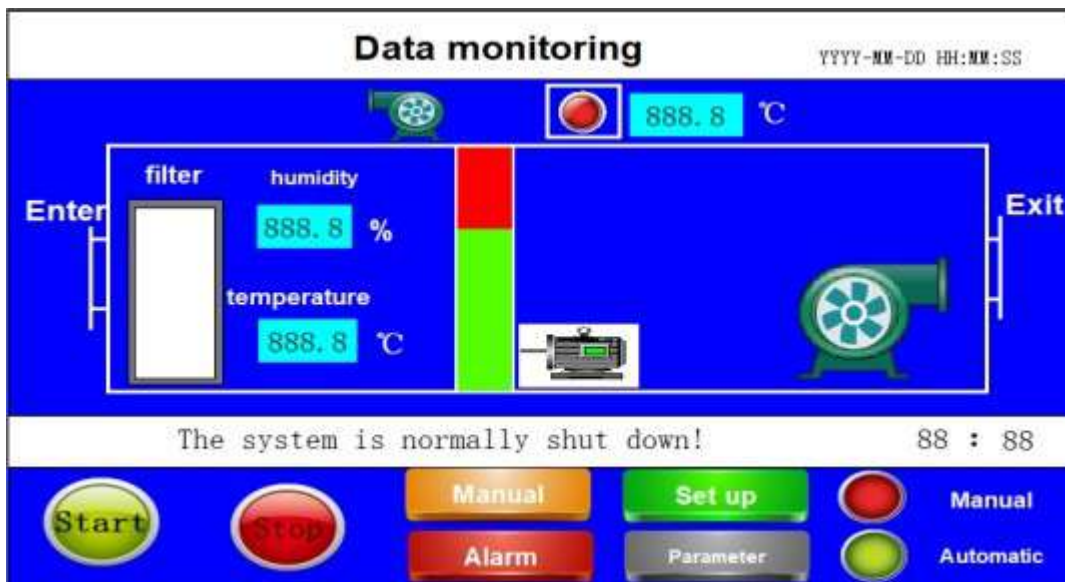

Figura 1
Después del encendido, la pantalla se autocomprobará primero. Después de que la autocomprobación sea exitosa, presione la pantalla de monitoreo de datos "Enter system", como se muestra en la Figura 1:
- (1) Presione la pantalla "Modo manual" en la Figura 1 para ingresar a la pantalla de prueba de salida, como se muestra en la Figura 2:
- (2) En esta pantalla, puede presionar manualmente el botón "Motor de corredor", "Ventilador regenerativo", "Soplador de aire" para probar si cada motor está funcionando normalmente.
- (3) En esta pantalla, puede presionar el botón "Imagen en ejecución" para volver a la Figura 1. La función de este botón es la misma para todas las pantallas y no se explicará más adelante.
- (4) Presione el botón "Parámetro" en la Figura 1 para ingresar a la pantalla de configuración de parámetros de la unidad, como se muestra en la Figura 3:
(3) Presione "Parámetro PID" en la Figura 1 para ver los parámetros PID relacionados con la temperatura actual.